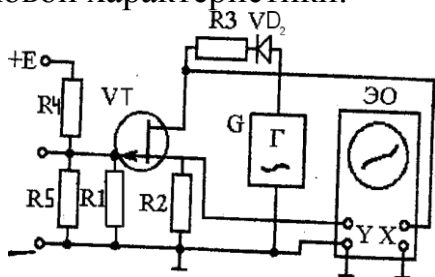

Рис. 3.
4. Соберите схему рис. 3 для получения на экране осциллографа стоковой характеристики.